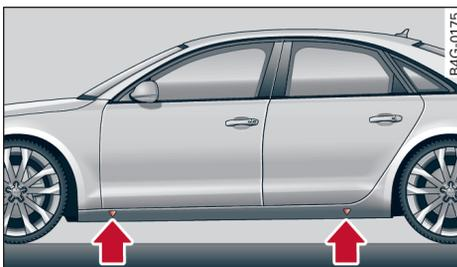

图 284 车门槛：标记
- ▶ 在车门槛上寻找离待更换车轮最近的标记（冲印）⇨ 图 284。在边梁上的标记后就是汽车千斤顶\* 的支撑点。